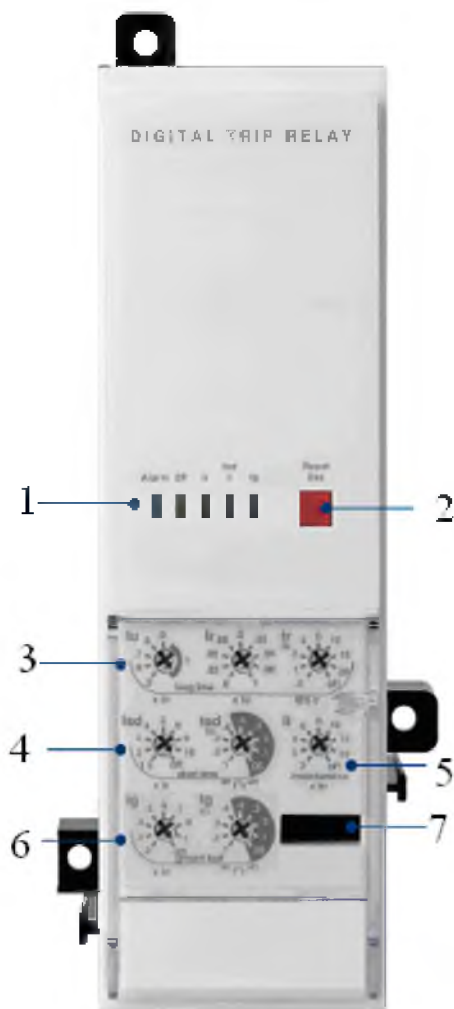

Рисунок 18 - Микропроцессорный расцепитель типа N: базовый
2.1.1 Микропроцессорный расцепитель типа N: базовый (рисунок 18).